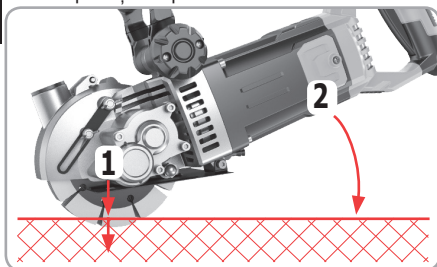

Fig.10
- Așezați mașina pe suprafața peretelui/podelei ca în imaginea de mai jos (Fig.10), pornind tăierea cu partea din față și ulterior așezați mașina în planul suprafeței de prelucrat.